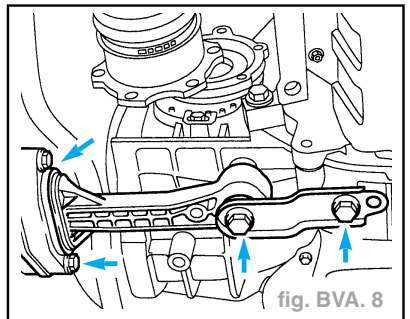

fig. BVA. 8
- Dévisser l'appui oscillant (flèches). (fig. BVA. 8)